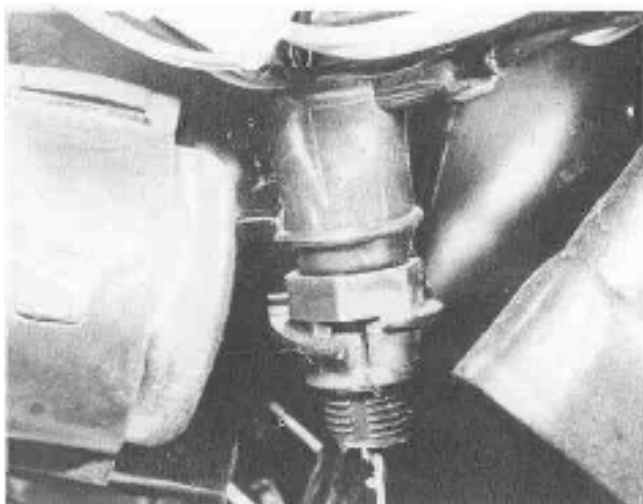

Bild 346
- Sämtliche Modelle besitzen einen Bremslichtschalter, der mit dem Pedal der Fussbremse zusammen betätigt wird. Dieser Schalter sitzt unmittelbar rechts hinter dem Kurbelgehäuse des Motors. Sein mit Gewinde versehener Hauptteil erlaubt eine einfache Verstellung gemäss Kapitel 6.8.4 (Bremslichtschalter vgl. Bild 346).